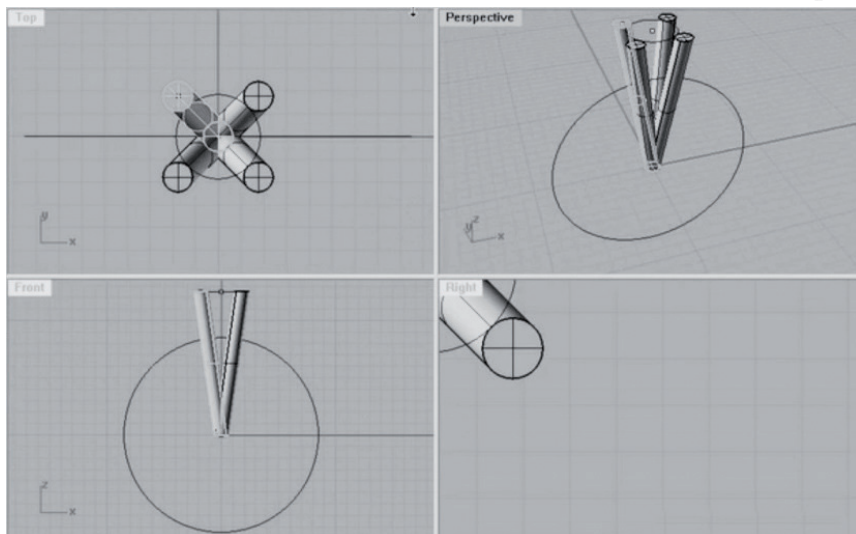

Рис. 104. Четыре копии крапана, созданные при помощи Polar Array
13. В окне Top выделяем цилиндр и в панели Move выбираем команду Polar Array. Центром выбираем центр нижней поверхности цилиндра. Вводим количество в командной строке — 4. Получаем 4 крапана каста (рис. 104).